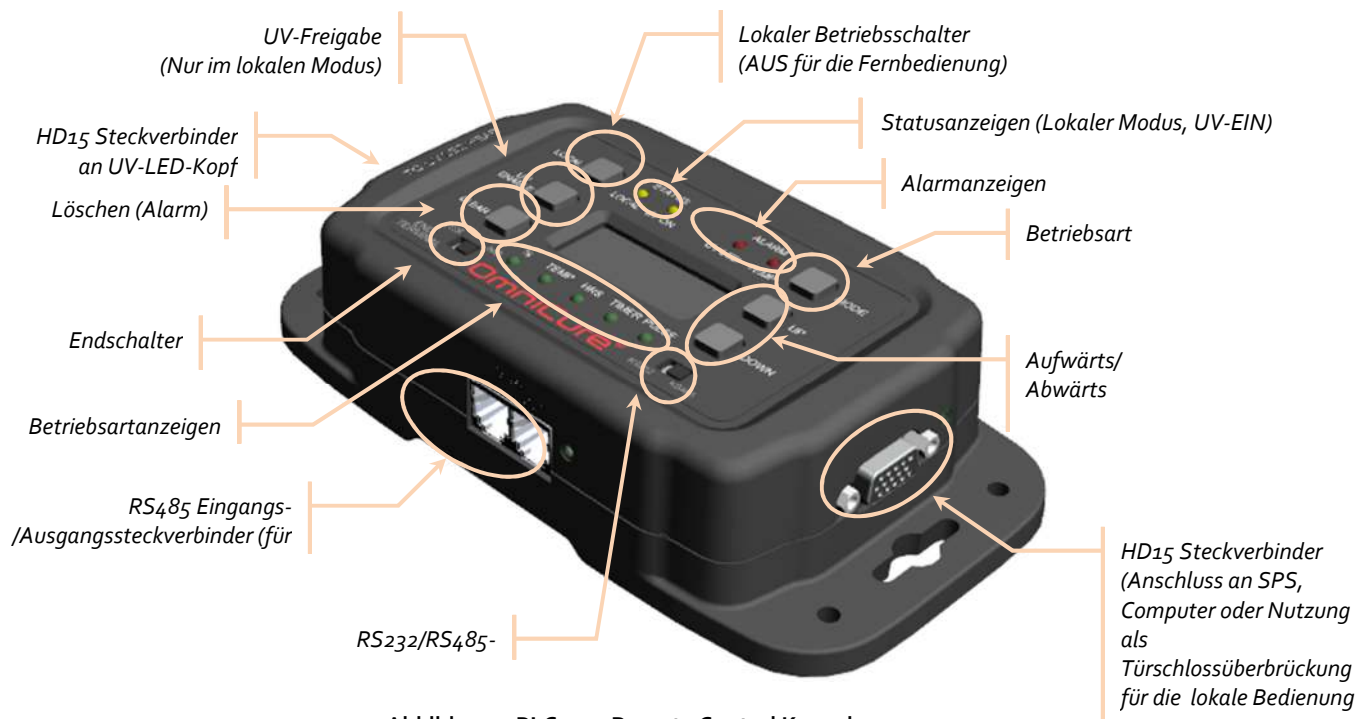

Abbildung 2 PLC2000 Remote Control Konsole
4. Stellen Sie sicher, dass der Schalter LED-Aktivieren auf der SPS-Steuerung auf die Position OFF (AUS) geschaltet ist (Siehe Abbildung 2).
5. Stecken Sie die Buchse des SPS-Kabels in den SPS-E/A-Steckverbinder auf der Steuerungskonsole (siehe Abbildung 2).
7. Schließen Sie den SPS-Rückschleifenstecker an den SPS-Durchgangsanschluss an. Siehe Abbildung 2.
9. Passen Sie die Intensität mit Hilfe der Tasten Aufwärts/Abwärts, rechts vom Display, an (siehe Abbildung 2), drehen Sie im Uhrzeigersinn und entgegen dem Uhrzeigersinn, um die Intensität zu erhöhen oder zu verringern. Siehe Abschnitt 6 „UV-Kopf benutzen“.
10. Fehler der UV-LED und Temperaturfehler werden durch eine leuchtende LED auf der Steuerkonsole angezeigt. Zum Löschen der Fehler, drücken Sie auf die Taste Clear Fault (Fehler löschen) (siehe Abbildung 2).